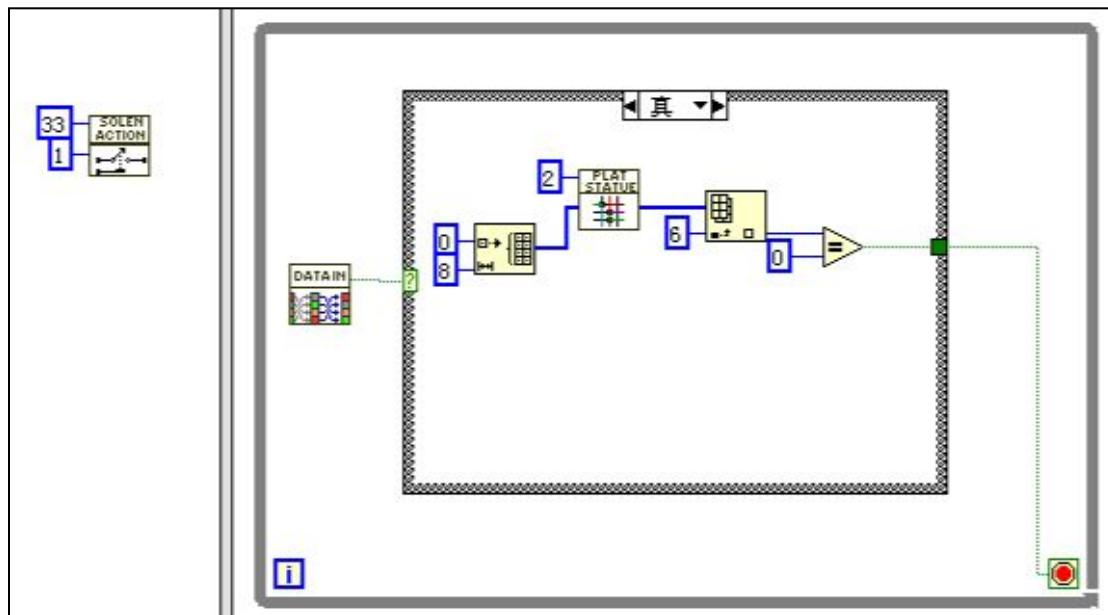

图 4.58 三号平台—程序框图
- 步骤 5：打开 33 号继电器，使得机械手开始逆时针旋转，循环查询平台 3 的 7 号输入口状态，以确保抓爪到达指定位置，如图 4.58。